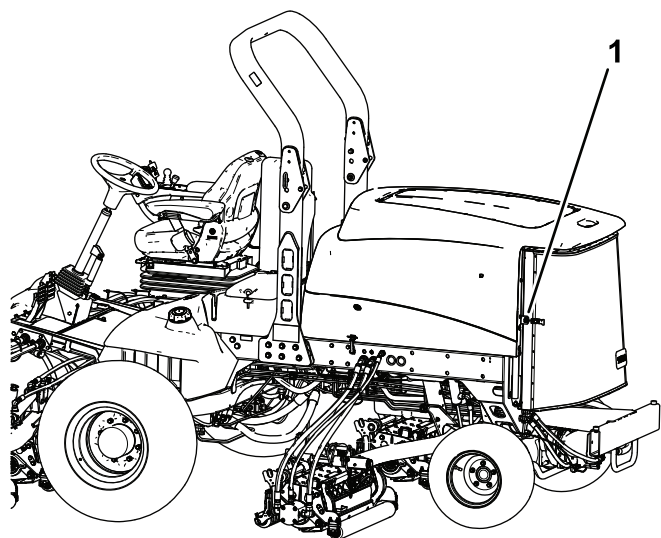

Рисунок 102
2. Откройте защелку и откиньте заднюю решетку (Рисунок 102).